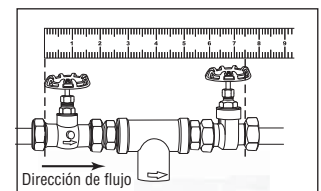

Figura 2
2. Calce los accesorios de compresión con los adaptadores en la cabeza del cartucho sin ajustarlos demasiado. Marque el largo del tubo que debe retirar acercando a la tubería la cabeza del cartucho con los adaptadores conectados. Utilice un cortador de tubos para reducir el largo de la tubería. (Figura 2)